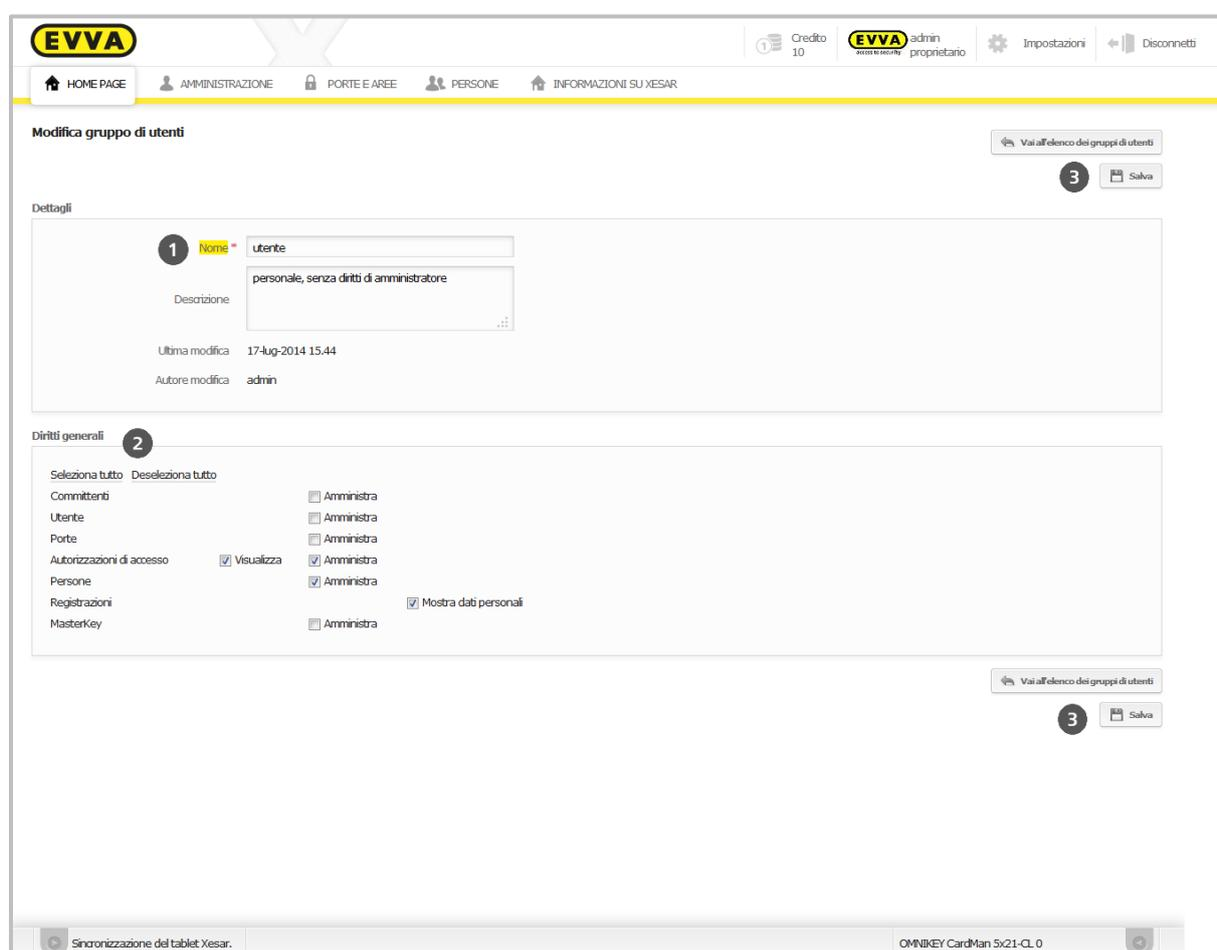

Figura 65: Modifica gruppo di utenti
- Nell'elenco dei gruppi di utenti fare clic sul gruppo di utenti da modificare (Figura 65: Modifica gruppo di utenti).
- Verificare ovvero modificare i dettagli (nome, descrizione) ❶.
- Modificare i diritti generali attivati ❷.
- **Salvare** le modifiche ❸.